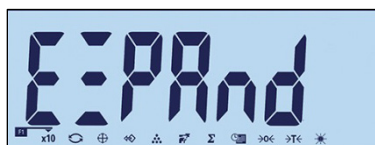
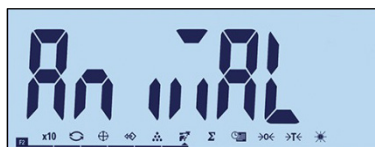

Figura 3-40: Configuración de la tecla de función 1
Figura 3-41: Configuración de la tecla de función 2
- Las teclas de función también pueden configurarse en la pantalla de inicio. Presione y mantenga así la tecla de función a ser configurada para ingresar en la pantalla de configuración (Figura 3-40, Figura 3-41).
Acceso al menú F2.1.1. Use las teclas Arriba  y Abajo  para seleccionar la función requerida de las opciones mostradas en la Tabla 3-3. El enfoque cambiará para indicar la función seleccionada, como se muestra en la Figura 3-40, donde está seleccionado Expand x10. Presione  para confirmar la selección.
Ingresa en el menú F2.1.1 y use las teclas Arriba  y Abajo  para seleccionar la función requerida. El enfoque cambiará para indicar la función seleccionada, como se muestra en la Figura 3-41, donde Pesaje de animales está seleccionado. Presione  para confirmar la selección.